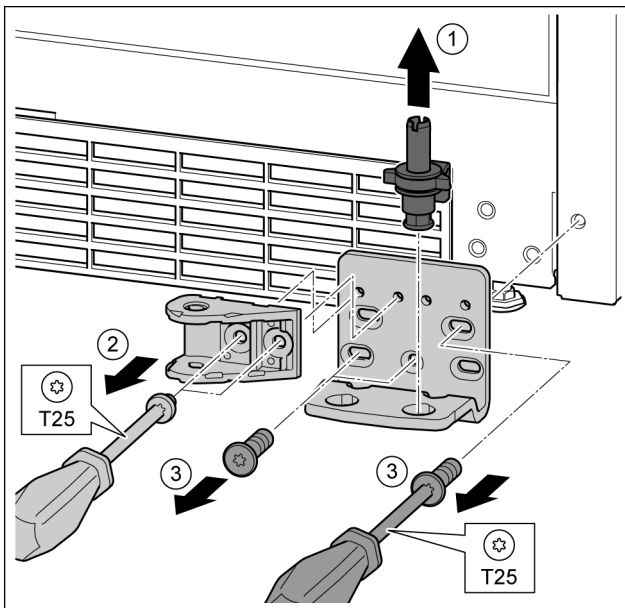

Fig. 35
- ▶ Ložiskový čap vytiahnite úplne nahor. Fig. 35 (1)
- ▶ Skrutky vyskrutkujte skrutkovačom T25 a odnímite spoj zatváracieho tlmieča. Fig. 35 (2)
- ▶ Skrutky vyskrutkujte skrutkovačom T25 a odnímite ložiskovú konzolu. Fig. 35 (3)